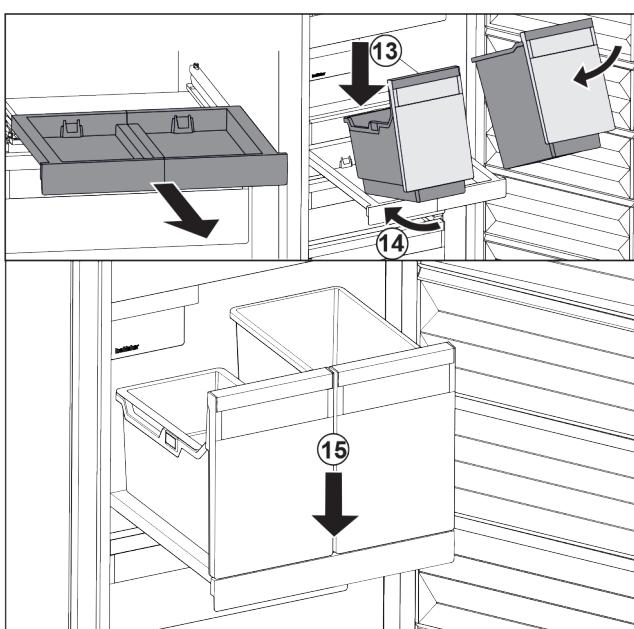

Fig. 24
- Встановити резервуар на витяжну панель навколо. Fig. 24 (13)
- Насунути резервуар навколо до заду. Fig. 24 (14)
- Резервуар опустити спереду. Fig. 24 (15)